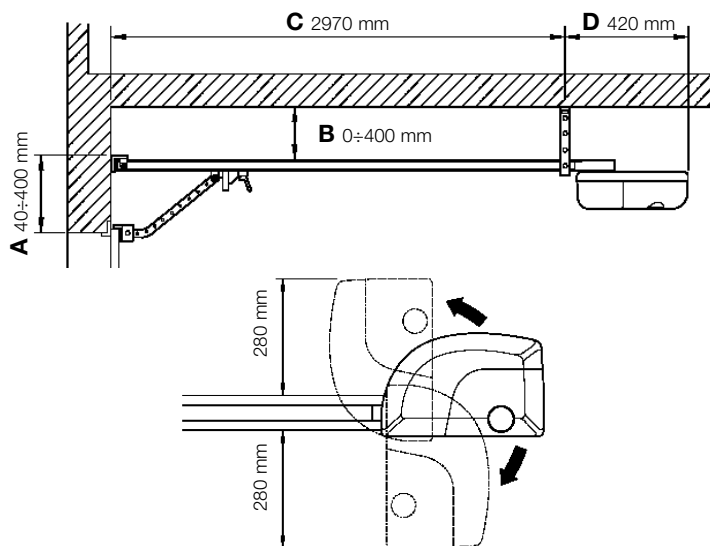

Figura 8
- Verificare che vi siano gli spazi minimi e massimi riportati nella Figura 8.